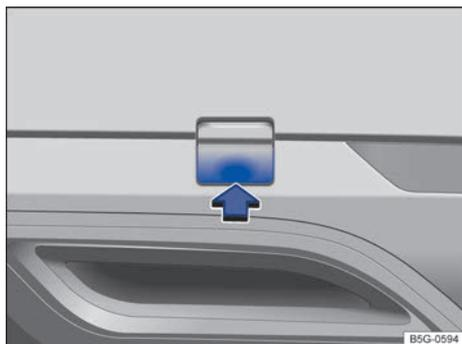

Fig. 209 En el lado derecho del paragolpes trasero: retirar la tapa.
- Presione sobre la zona inferior de la tapa → fig. 209 en el sentido de la flecha para desenganchar esta.